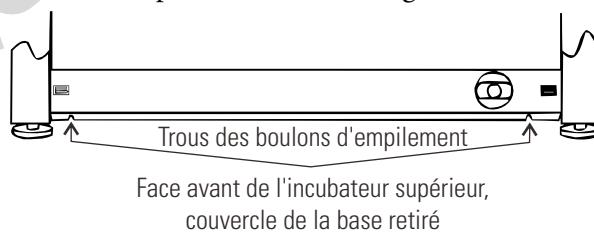

Figure 1-3. Trous des vis d'empilement
2. Notez les deux fentes à la base de l'incubateur, destinées à recevoir les vis d'empilement. Voir la Figure 1-3.